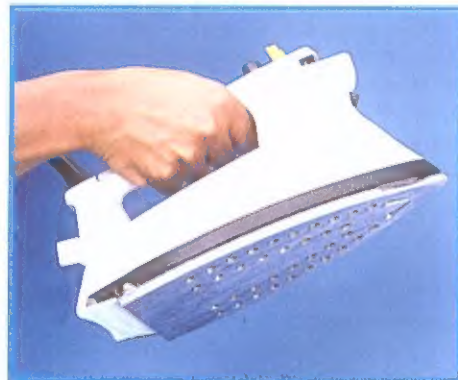

Figura 16 - Transformação de energia elétrica em térmica.
**Transformação e conservação de energia.** Linhas atrás, afirmamos que a energia hidráulica de um lago pode movimentar uma turbina e produzir eletricidade. Temos, nesta afirmação, um exemplo de transformação de energia, pois ela passou de **hidráulica para elétrica**. Por outro lado, a energia elétrica pode passar por um aquecedor e produzir calor, neste caso, há transformação de energia elétrica em térmica (figura 16).